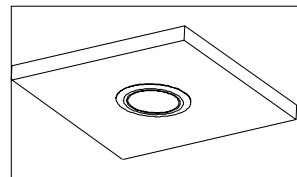

Figura 6
- Vuelva a encender la energía eléctrica. Si la luz empotrada no se ilumina en los siguientes 5 segundos, desconecte la energía eléctrica, retire cuidadosamente la luz empotrada y revise todo el cableado, y vuelva a colocarla. (Figura 6)